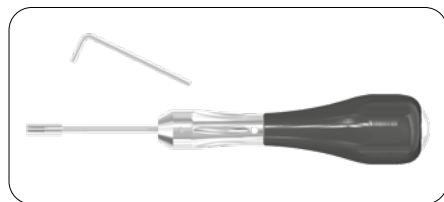

Fig. 2
Con la tomas®-screwdriver key 1.3 (llave hexagonal interior 1,3) aflojar la tomas®-screwdriver Allen set screw (varilla roscada con hexágono interior) y quitar el tomas®-screwdriver tip (vástago o punta del destornillador) (fig. 2).